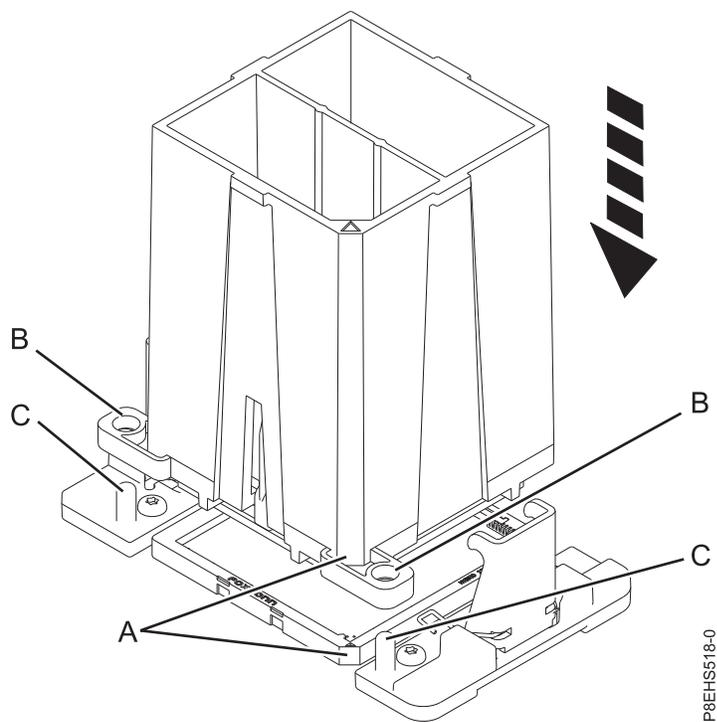

Figura 75. Instalación del módulo del procesador del sistema
- b. Baje la herramienta y el módulo del procesador del sistema hasta el receptáculo. Alinee la esquina biselada **(A)** de la herramienta con la esquina biselada del zócalo. Asegúrese de que se hayan insertado dos patillas de guía **(C)** en los orificios de alineación **(B)** en cada lado de la herramienta. Tenga cuidado al bajar la herramienta y hágalo de forma uniforme, sin desestabilizar la herramienta. Consulte Figura 75 en la página 77.